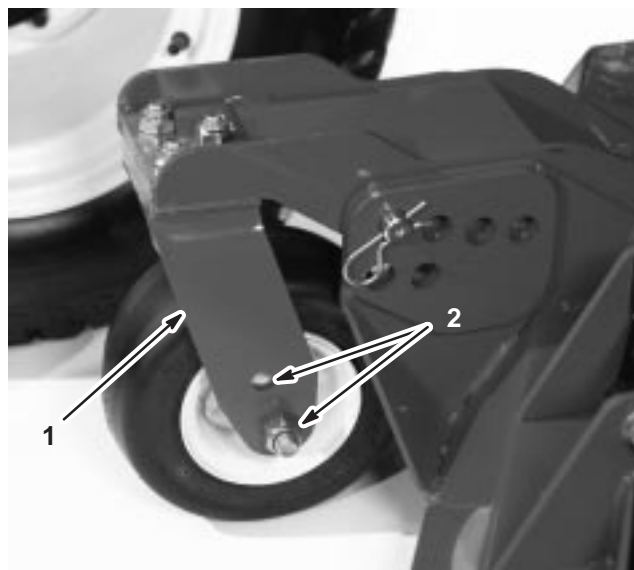
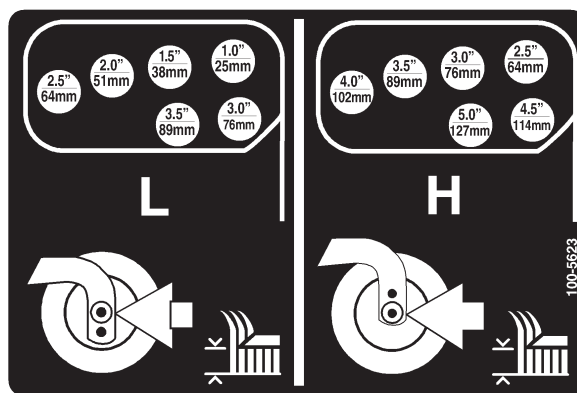

Bild 16
Bild 17
4. Entfernen Sie den Splint und den Lastösenbolzen von den Laufradschwenkarmen (Bild 16). Fluchten Sie die Schwenkarmlöcher mit den gewünschten Löchern im Schnitthöheneinstellbügel am Schneidwerkrahmen ab (Bild 17), stecken die Lastösenbolzen ein und bringen die Splinte an.